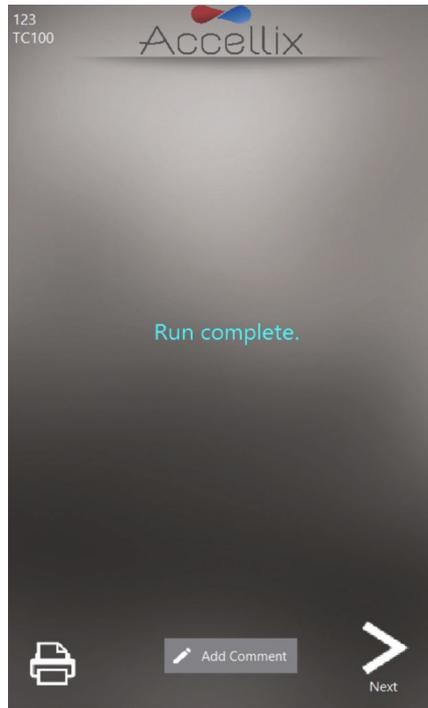
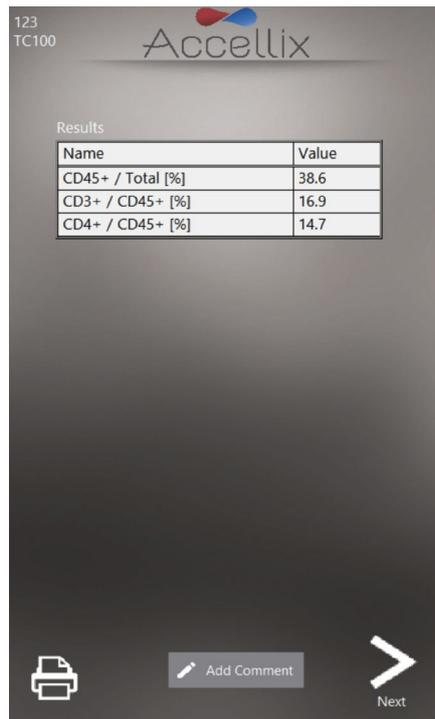

图41：运行完成屏幕示例
图42：屏幕结果报告示例
以下两个屏幕是可能的结果示例（图 41 和图 42）：
- a. 对于产生屏幕结果报告的测定，例如 T 细胞 RTF (L) 测定，此时将在屏幕上显示 **Results**（结果）屏幕。参见图 42 中的屏幕 **Results**（结果）报告示例。